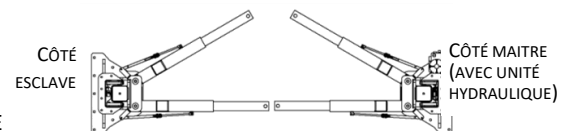

FIGURE 14 : ÉTIREMENT DES BRAS DE LEVAGE
9. ÉTIRER AU MAXIMUM LES BRAS DE LEVAGE. VOIR **FIGURE 14**.